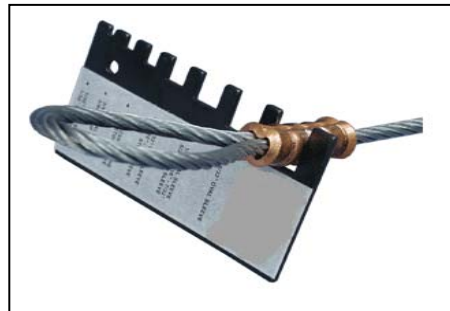

FIGURE 4
- 5) USE A SWAGING GAUGE TO CHECK PROPER AFTER-SWAGE DIAMETER AS SHOWN IN FIGURE 4. COMPRESSED SLEEVE SHOULD SLIDE FREELY INTO SIZE SLOT OF GAUGE. ADJUST TOOL AS REQUIRED.